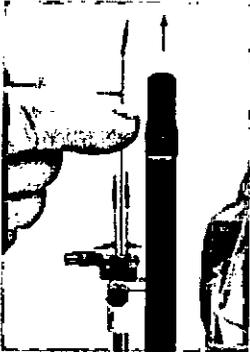

Figura 73
15. Retraiga todos los microelectrodos y retire el microelectrodo de la vía seleccionada. (Ver Figura 73)